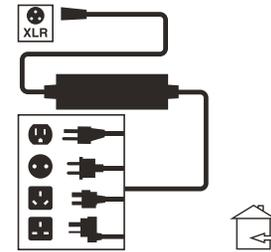

Figure 14. Battery Charger
3. Branchez le connecteur à 3-fiches du câble du chargeur externe dans le réceptacle de programmation/chargeur sur le contrôleur. **Voir la figure 14.**